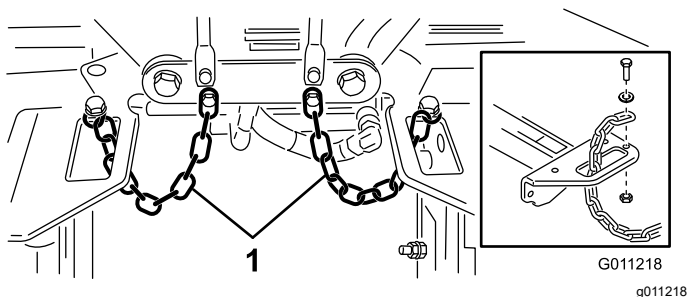

Figure 21
4. Passez une chaîne de basculement dans la fente à l'extrémité de chaque bâti porteur. Fixez la chaîne de basculement sur le haut du bâti porteur à l'aide d'un boulon, d'une rondelle et d'un contre-écrou (Figure 21).